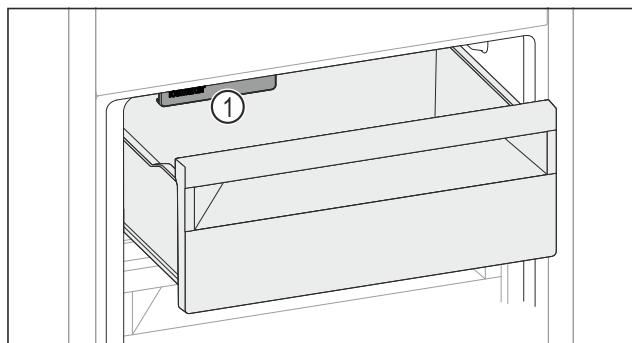

Fig. 151
- ▶ Учитывайте IceMaker Fig. 151 (1).